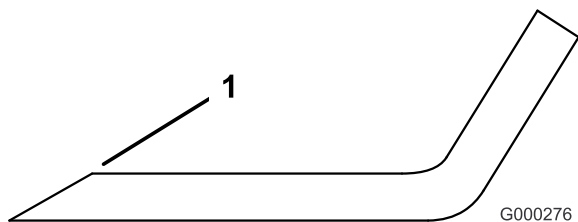

Figure 26
- Au moyen d'une lime, aiguisiez les tranchants aux deux extrémités de la lame (Figure 26)